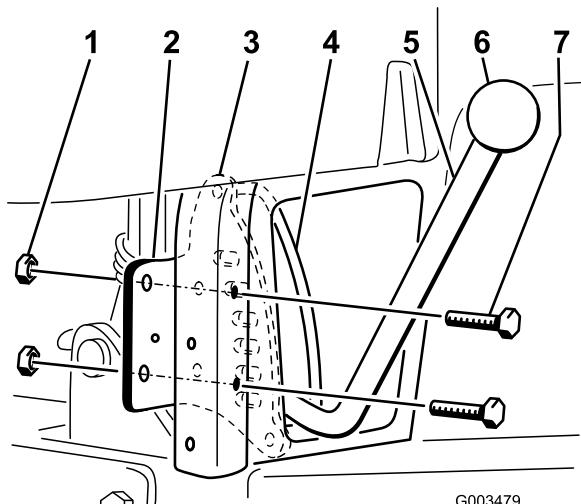

図 3
5. スカリファイヤ昇降ハンドルに、戻り止めプレートを通す。戻り止めプレートとハンドル・ガイドとの間をハンドルが通ればよい (図 3)。
6. 図 3 のように、ボルト ((5/16 x 2-1/2 in) 2本とロックナット ((5/16 インチ)) 2個を使って、ディテント・プレートを右後部縦フレーム・チューブの後面に取り付け
7. 昇降ハンドルにノブを取り付ける（図 3）。